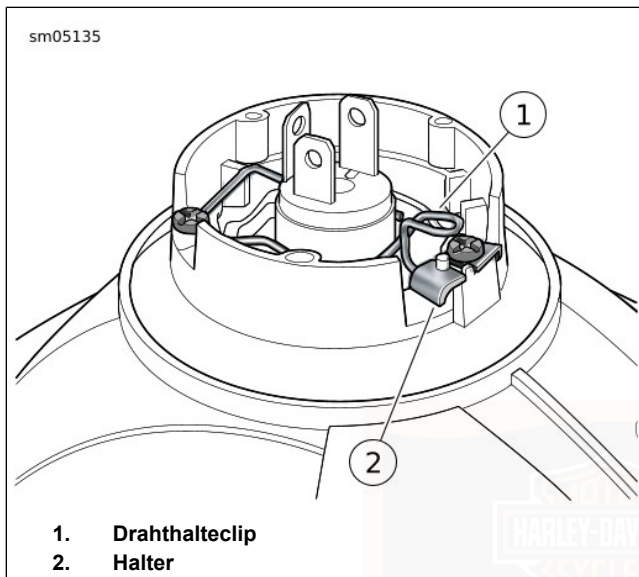

Abbildung 63. Drahthalteclip
3. Siehe Abbildung 63. Den Drahthalteclip (1) von der Halterung (2) lösen. Den Drahthalteclip zur Seite schieben.
6. Siehe Abbildung 63. Den Drathalteclip (1) in die Einbaustellung drehen und unter der Halterlippe (2) arretieren.